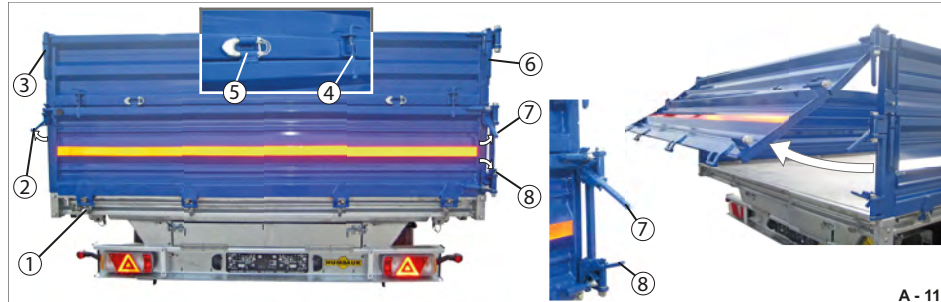

Abb. 119 Drehflügel-Verbund im Pendel-Betrieb
Die Verschlüsse Bordwandaufsatz (Abb. 119/3 & Abb. 119/6), Scharniere (Abb. 119/5), Verriegelungs-Bolzen (Abb. 119/4) müssen geschlossen bleiben!
- ▶ Entriegeln Sie den rechten unteren Verschluss der Grundbordwand (Abb. 119/4).
- ▶ Entriegeln Sie die Zentralverriegelung (Abb. 119/1).
- ▶ Entriegeln Sie die oberen Verschlüsse der Grundbordwand (Abb. 119/2 & Abb. 119/7).
Die Grundbordwand ist an Scharnieren (Abb. 119/5) mit dem Bordwandaufsatz verbunden.
- ▶ Schließen Sie die Zentralverriegelung (Abb. 119/1). Die Grundbordwand wird unten verriegelt.
- ▶ Verriegeln Sie den rechten unteren Verschluss der Grundbordwand (Abb. 119/8).
- ▶ Verriegeln Sie die oberen Verschlüsse der Grundbordwand (Abb. 119/2 & Abb. 119/7). Der Drehflügel-Verbund ist komplett verriegelt.